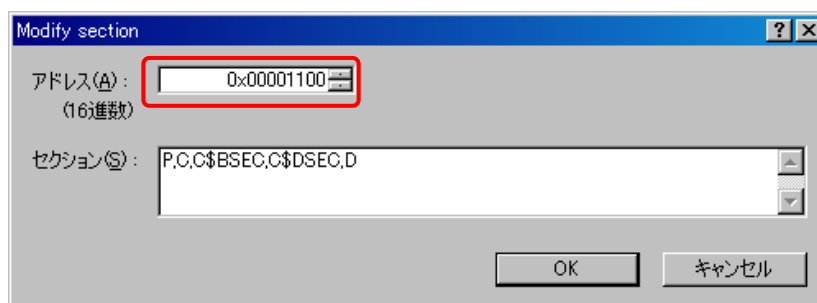

図5.3.10 セクション設定②
(2) 図 5.3.10に示すように「アドレス (A) 」に"0x00001100"を入力し、"OK"ボタンをクリックします。